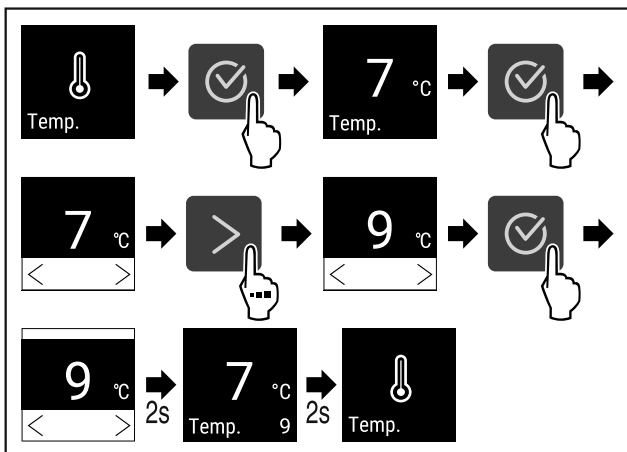

Fig. 66 Schimbarea temperaturii de la 7°C la 9°C
- ▶ Efectuați pașii de acțiune (vezi Fig. 66).